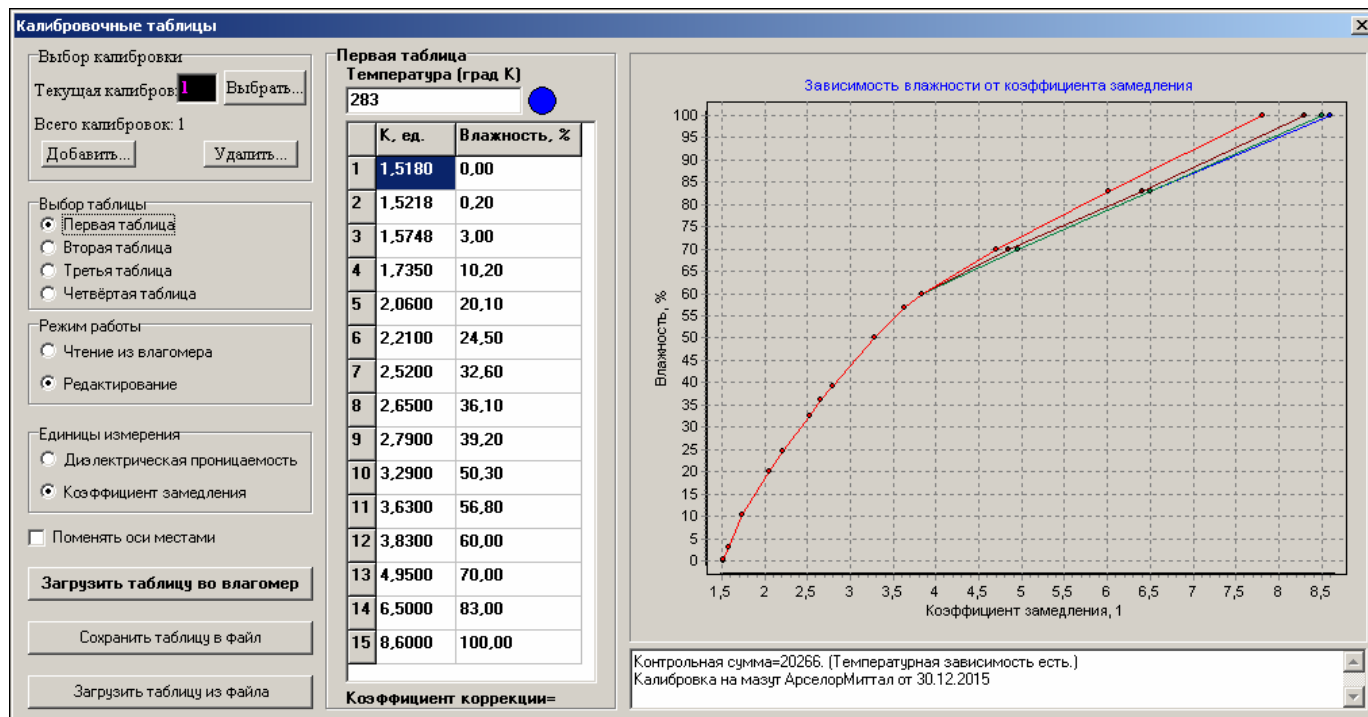

Рис.9
Чтобы получить доступ к таблицам в главном окне программы «SWPro» надо выбрать пункт меню «Настройка|Калибровочные таблицы...». После этого появится окно (рис.9) с заголовком «Калибровочные таблицы», в котором находятся элементы управления и отображения, необходимые для просмотра и внесения изменений в таблицы. Данное окно по внешнему виду и своей функциональности полностью аналогично такому же окну в программе «SW100» (см. раздел 9).
- 2) открыть окно для работы с калибровочными таблицами (рис.9);